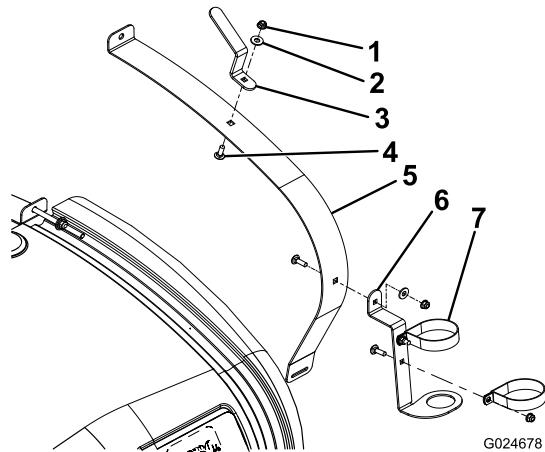
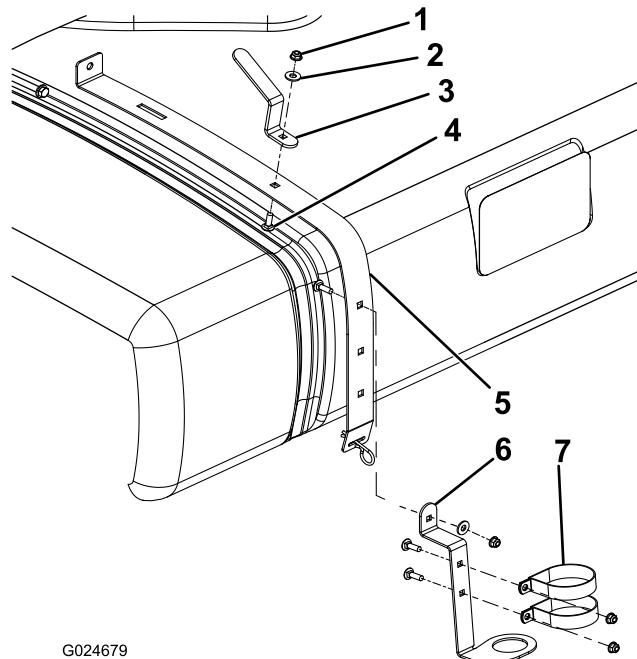

Figure 1
Figure 2
- Pour le Multi Pro 1750, desserrez la sangle avant droite (Figure 1).
- Pour le Multi Pro WM, desserrez la sangle arrière droite (Figure 2).
- Montez le support du pistolet-pulvérisateur comme montré à la Figure 1 ou la Figure 2 au moyen d'un boulon de carrosserie, d'une rondelle plate et d'un écrou à embase.
- Montez le crochet de tuyau comme montré à la Figure 1 ou la Figure 2 au moyen d'un boulon de carrosserie, d'une rondelle plate et d'un écrou à embase.